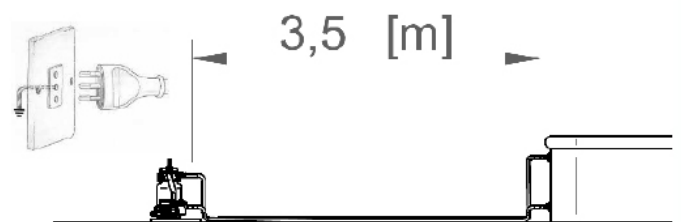

Fig. 10
- 3) Čerpadlo umístěte do vzdálenosti minimálně 3,5 metru od okraje bazénu (mějte tuto vzdálenost na paměti při nákupu hadic a ostatních komponentů. (Fig. 10) Také mějte na paměti orientaci bazénu v závislosti na umístění čerpadla a délku přívodního kabelu.